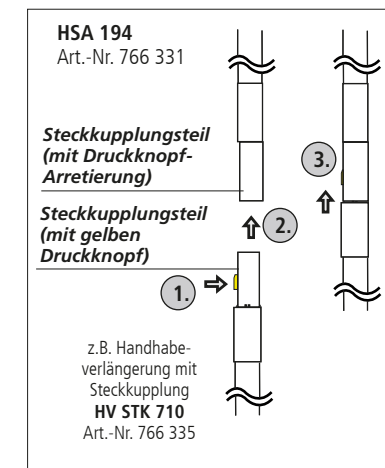

Bild 2
- 1.2 Über den Adapter Typ AD HV STK SQ, Art.-Nr. 766 313, kann die Handhabe beim Hochspannungsanzeiger HSA 194 mit Hilfe einer geeigneten Isolier- oder Erdungsstange die einen Aufnahmekopf für Spindel-Querstift nach DIN 48 087 besitzt verlängert werden. Alternativ kann die Verlängerung auch über eine oder mehrere Handhabverlängerungen HV STK 710, Art. Nr. 766 335, erfolgen. Die maximale Gesamtlänge sollte 7m nicht überschreiten. Die Betätigung der Steckkupplung ist im Bild 2 dargestellt. Der HSA 194 ohne zusätzliche Verlängerung darf an Freileitungen nur von der Masttraverse aus eingesetzt werden.